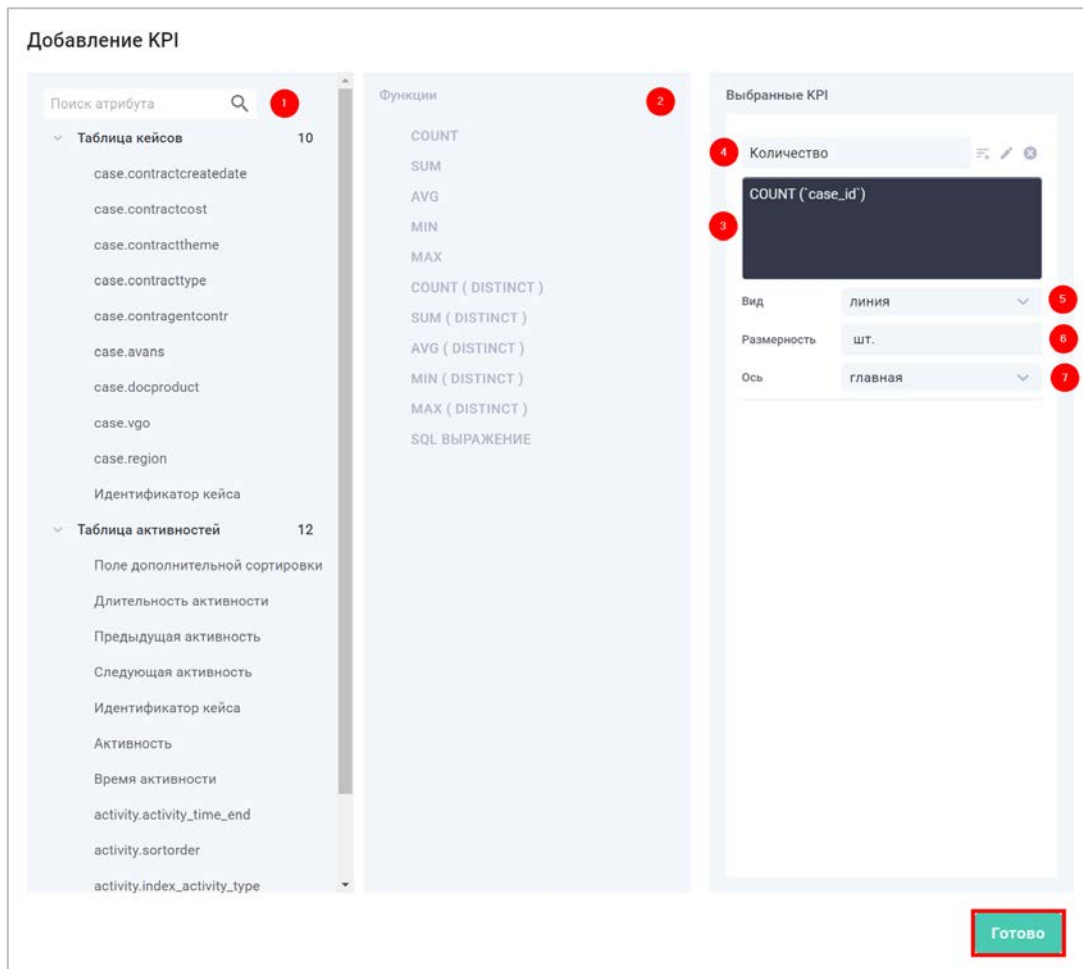

Рисунок 39. Настройка показателей/измерений
В открывшемся окне (Рисунок 39) необходимо выбрать требуемые атрибуты модели данных (1), агрегационные функции для Показателей (2) и нажать кнопку «Готово».